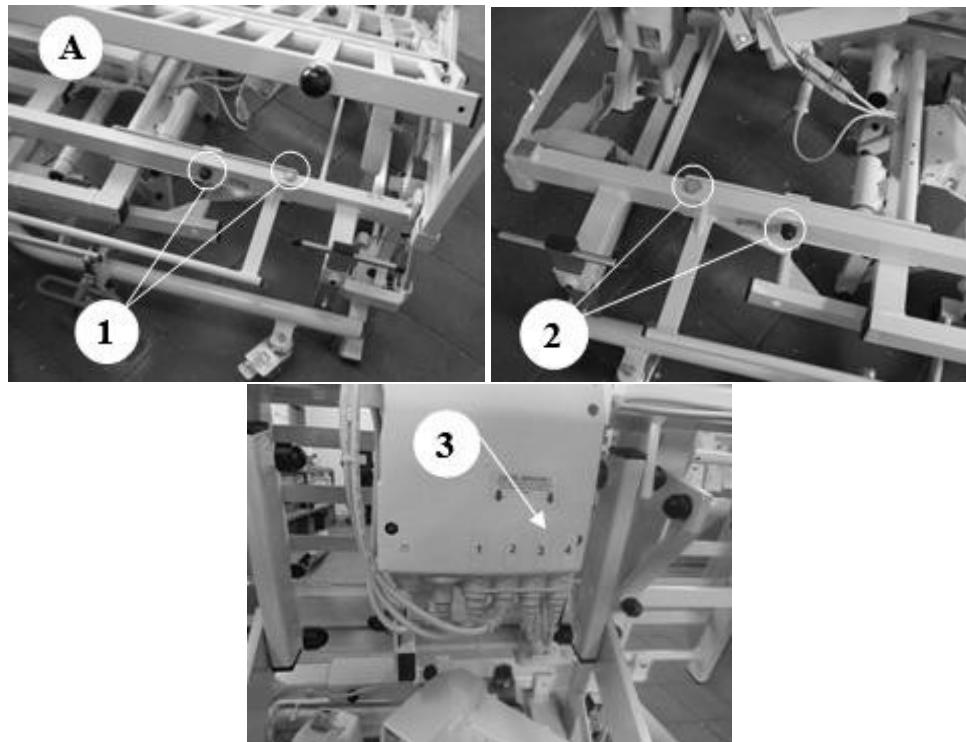

Figura 2: Procedura per separare la superficie di appoggio dal telaio
1. Ruotare la superficie di sdraio nella posizione più alta su un lato (sinistra o destra) utilizzando la pulsantiera, in modo da rendere facilmente accessibile il giunto (A) tra il telaio e la superficie di sdraio.
2. Allentare entrambi i collegamenti a vite (1) e conservare le viti, i dadi e le piccole parti per un successivo rimontaggio.
3. Girare la superficie di appoggio sul lato opposto e allentare anche qui i due collegamenti a vite (2). Come descritto al punto 1).
4. A questo punto è possibile scollegare tutti i collegamenti a spina dell'unità di controllo sotto la piegatura del ginocchio (3) 4 collegamenti a spina per gli azionamenti (da 1 a 4)
5. Una volta rimossi tutti i collegamenti a vite e scollegati i cavi, la base del materasso può essere sollevata dal telaio da due persone forti (peso della base del materasso circa 95 kg). (vedi figura 2)